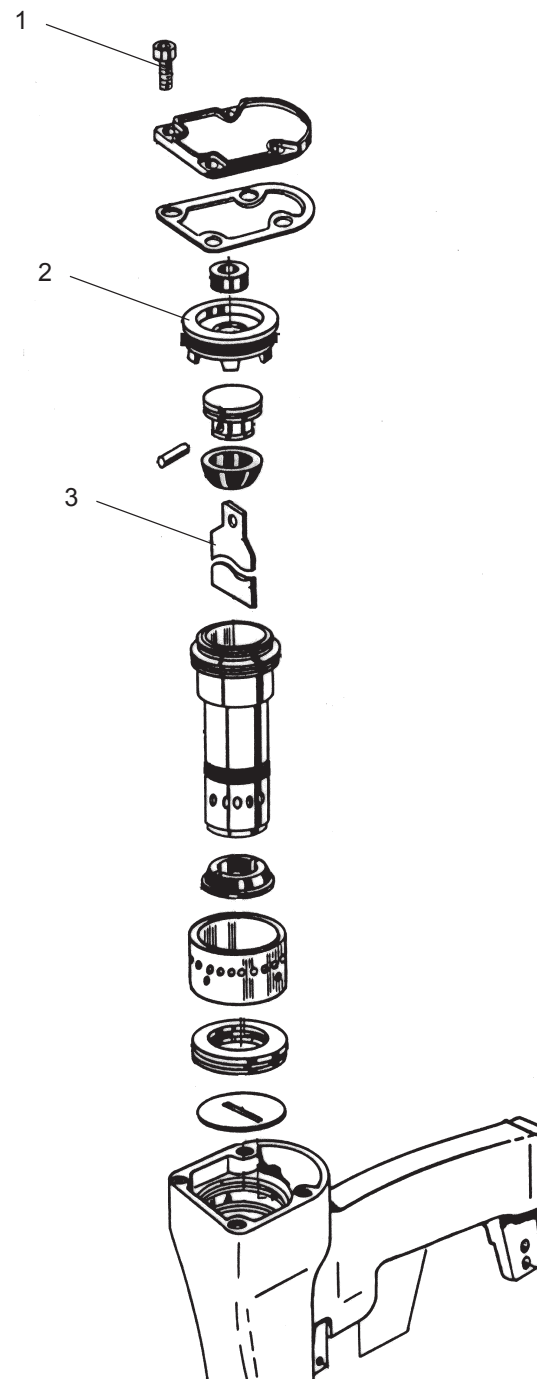

Fig. 8
- Vier Zylinderschrauben (Fig. 8/1) lösen und Deckel entfernen.